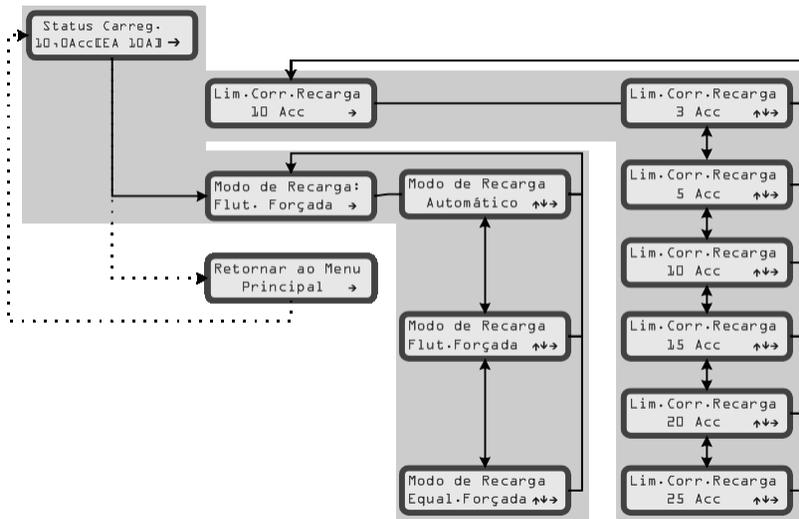

Figura 12 - Configuração do Modo de Recarga de Baterias
- 3 No menu secundário há três opções: "Modo de Recarga" e "Limitação de Corrente de Recarga", ambas informando a configuração gravada no sistema, e "Retorno ao Menu Principal". Caso deseje alterar alguma das configurações, pressione as teclas  $\epsilon$  e  $\hat{e}$  simultaneamente por três segundos, até a entrada no sub-menu. Selecione a opção desejada e pressione novamente ambas as teclas para finalizar a operação. A figura 12 ilustra o procedimento.